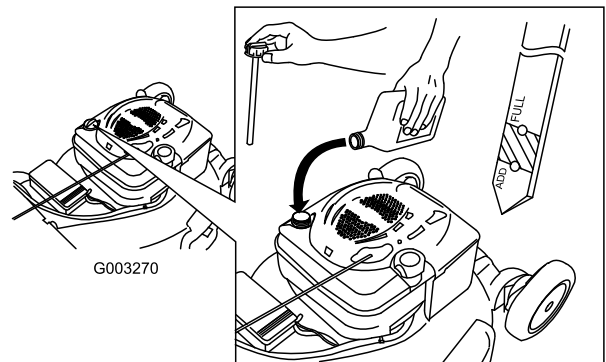

Figura 38
4. Vierta **lentamente** aceite en el tubo de llenado hasta que el nivel llegue a la marca Full de la varilla (Figura 38). **No llene demasiado.** (Capacidad máxima: 0,59 l, tipo: SAE 30, aceite detergente con clasificación de servicio API SF, SG, SH, SJ, SL o superior.)